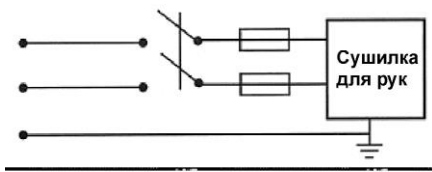

Рис.1
1. В месте установки оборудования необходимо предусмотреть двухполюсный сетевой выключатель с расстоянием между контактами не менее 3 мм (рис.1).